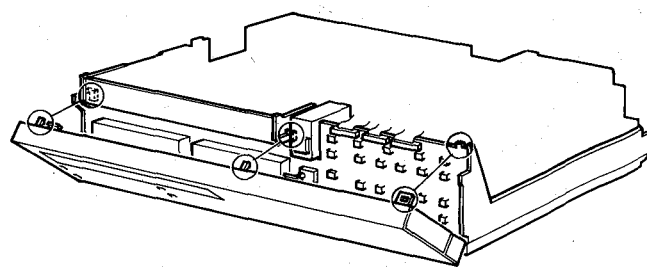

Fig. 2-1-1
- Die Bedienungsplatte ist mit drei Einschnappkonstruktionen (siehe Bild 2-1-1) an dem Untergehäuse verriegelt. Durch Entriegeln dieser Einschnappkonstruktionen lässt sich die ganze Bedienungsplatte beseitigen.